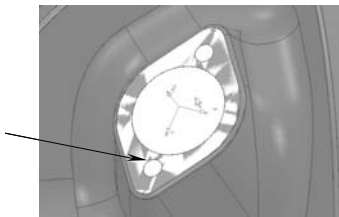

图 10-89 选择凸台顶面
1) 删除补面：在 PowerMILL 绘图区中单击图 10-89 所示曲面，然后在该曲面上右击，在弹出的快捷菜单条中选择“模型：bumian”，在继续弹出的快捷菜单条中单击“编辑”→“删除已选部件”，将该补面删除。